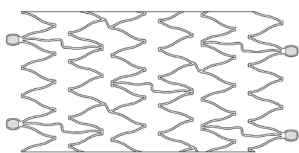

Figura 2 – Stent de nitinol
- c) Rimuovere il sigillo di spedizione (Figura 2).
- Um stent implantável e autoexpansível de liga de níquel-titânio (nitinol), conforme apresentado na Figura 2. O stent é flexível, sendo constituído por uma prótese de rede fina tubular de desenho helicoidal, que atinge o seu diâmetro de expansão quando é aplicado no vaso pretendido. Quando aplicado, o stent exerce uma força radial, orientada para o exterior, sobre a superfície luminal do vaso, de modo a estabelecer a desobstrução.